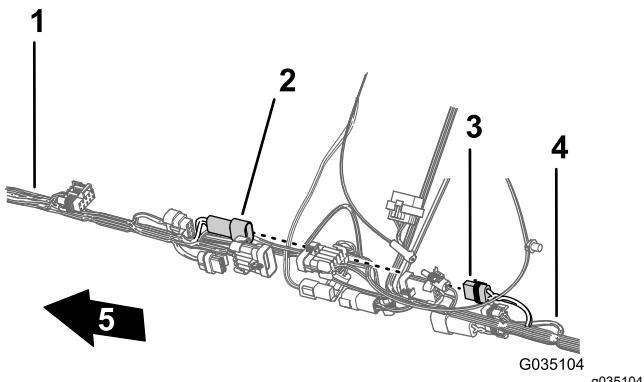

図 90
5. 前方ハーネスのホースリール電源用2ピンコネクタを、後方ハーネスのホースリール電源用用2ソケットコネクタに接続する図 90。